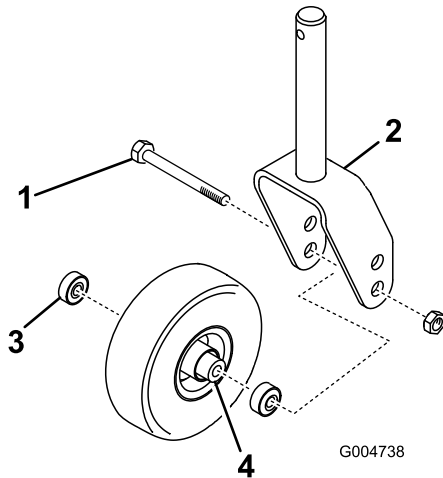

Рисунок 136
1. Выверните контргайку с болта, удерживающего узел поворотного колеса междувилкой или рычагом поворотного колеса (Рисунок 136).
2. Захватите поворотное колесо и извлеките болт из вилки или поворотного рычага (Рисунок 136).
3. Извлеките подшипник из ступицы колеса и дайте выпасть распорной втулке подшипника (Рисунок 136).
4. Снимите подшипник с противоположной стороны ступицы колеса (Рисунок 136).